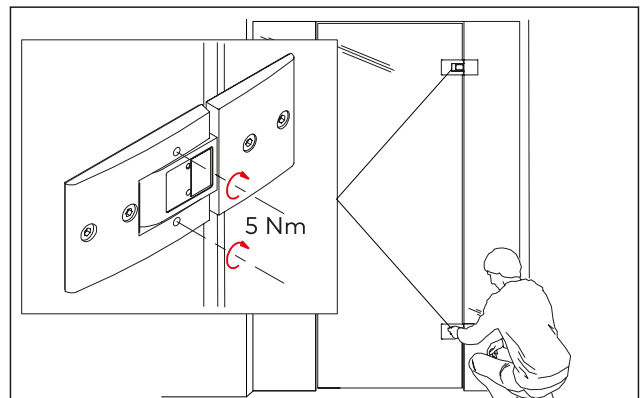

Abb. 32 Lage der Schrauben
3. Alle Schrauben (2 x oberes Band und 2 x unteres Band) anziehen. Das Anzugsmoment 5 Nm beachten (Abb. 32)!